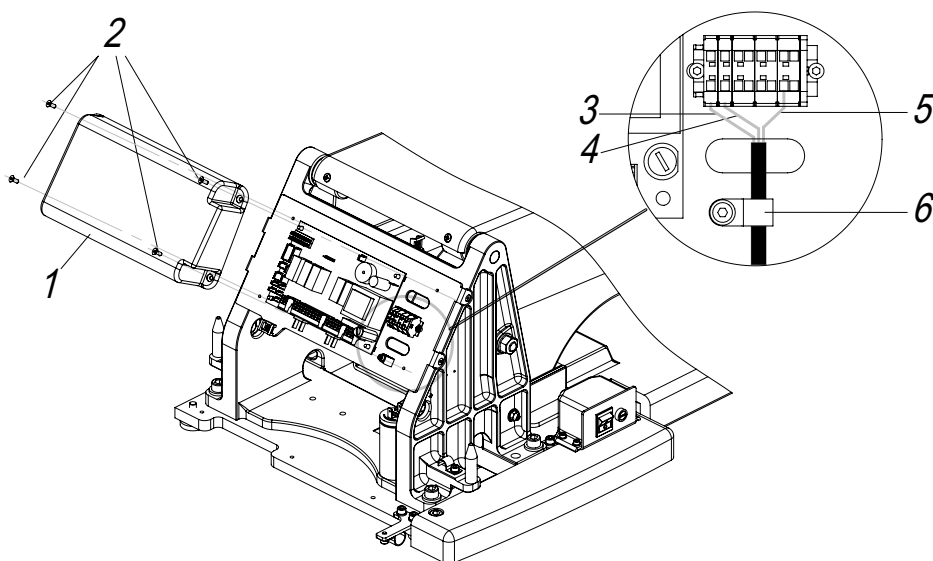

Fig. 6
#### DÉTAIL DU BRANCHEMENT DE L'ALIMENTATION AU FAUTEUIL (FIG. 6)
Connecter le câble général d'alimentation du réseau (2 x 1.5 + T) au connecteur préparé à côté de la carte de mouvements (figure 6). Bien fixer les connexions passant à travers le collier de serrage ("6") sans traverser l'isolement. Fixer les bornes sur la réglette en vérifiant la connexion de la ligne (L), du neutre (N) et de la terre (T).